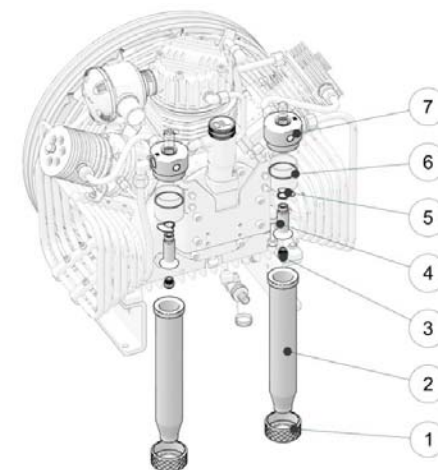

Рисунок 39 – Обслуживание сепаратора
- открутить стяжную гайку 1 (рис. 39);